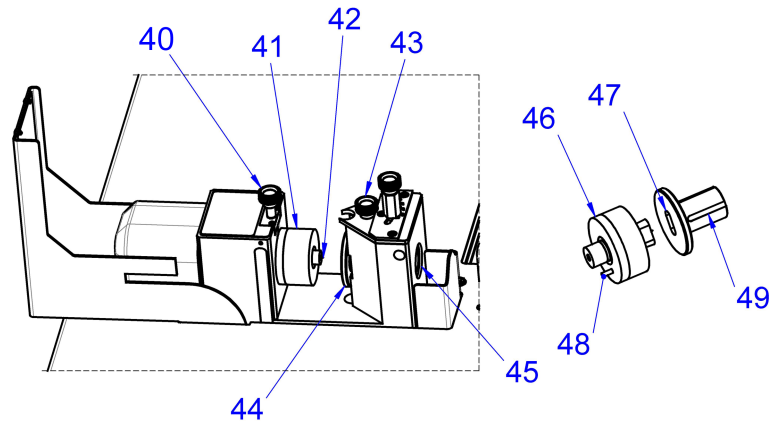

Abb. 7: Stromschienen lochstanzen
Das Lochstanzen von Kupfer- oder Aluminiumschienen erfolgt mit einem Stempel (Abb. 7, 41) und der dazu passenden Matrize (Abb. 7, 44). Langlochstempel und -matrizen verfügen über zusätzliche Stifte (Abb. 7, 48) oder Nuten (Abb. 7, 49), die eine winkelgenaue Positionierung erleichtern.
- Lochmatrize (Abb. 7, 44) in den Grundkörper einsetzen und mit der Feststellschraube (Abb. 7, 43) fixieren. Bei Verwendung einer Langlochmatrize die passende Nut (Abb. 7, 49) nach oben zeigen lassen.
- Den Stempel mit Neoprenabstreifer (Abb. 7, 41) in die Werkzeugaufnahme des Lastkolbens einsetzen und mit der Feststellschraube (Abb. 7, 40) fixieren. Bei Langlochstempeln (Abb. 7, 46) sicherstellen, dass der Positionierstift (Abb. 7, 48) korrekt im passenden Loch des Lastkolbens sitzt und die Langlochausrichtung mit der Matrize übereinstimmt.
- Die Zentrierspitze des Stempels (Abb. 7, 42) direkt in den Körnerpunkt setzen. Dadurch lässt sich das zu stanzende Lochmuster exakt herstellen.